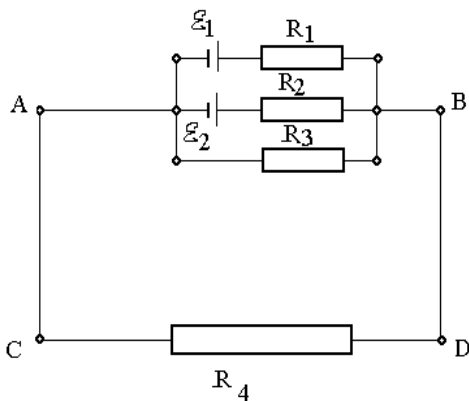

Рис. 1
22. Определить силу токов на всех участках электрической цепи (рис. 1), если $\varepsilon_1 = 10$ В, $\varepsilon_2 = 12$ В, $R_1 = 2$ Ом, $R_2 = 2$ Ом, $R_3 = 8$ Ом, $R_4 = 4$ Ом. Внутренними сопротивлениями пренебречь.